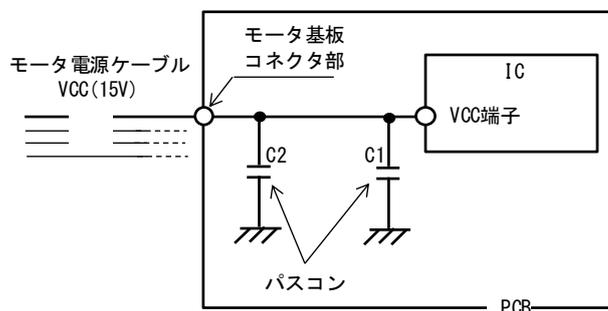

図 5.5.1 サージ電圧保護素子設置(例)
- ・対策 ①IC 端子に近接してパコン C1 を配置してください。パコンには、セラミックコンデンサ等の周波数特性の良いものを選択してください。容量の目安は約 1 μF です。
②図 5.5.1 のように、モータ基板コネクタ部に近接してコンデンサ C2 等のサージ吸収素子を配置するとより有効です。